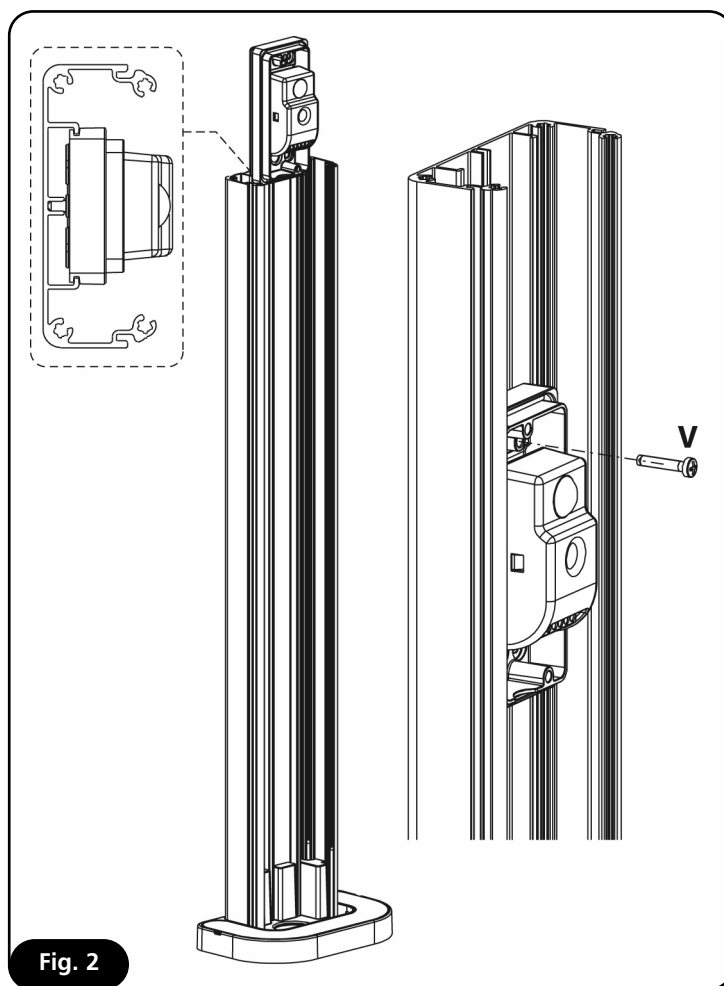

Fig. 2
INSTALLAZIONE SU COLONNA GARDO (Fig.2)
3. Posizionare la fotocellula all'altezza desiderata e fissarla tramite l'apposita vite **V** (Fig.2).